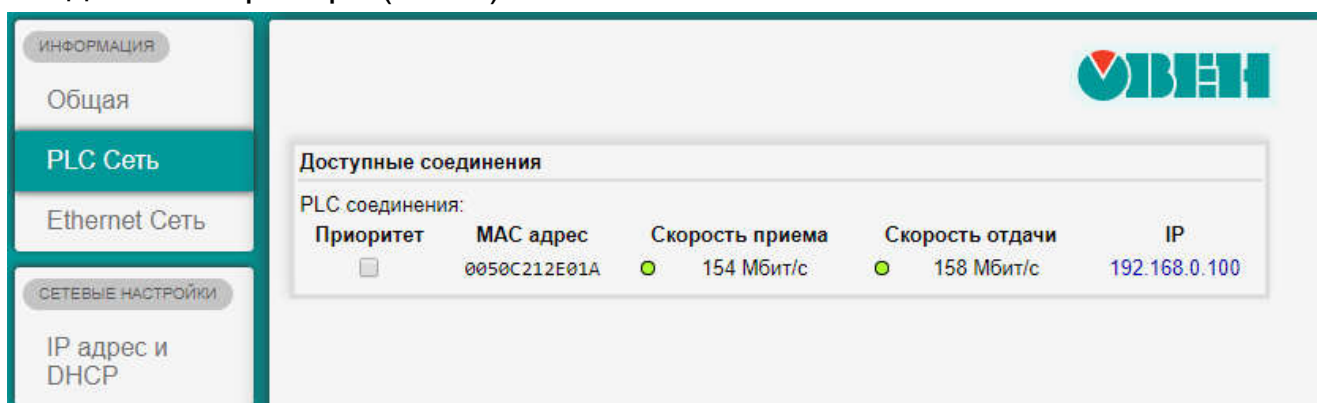

Рис.4
2.2. Во вкладке «**PLC Сеть**» отображается список доступных соединений прибора (Рис.4).